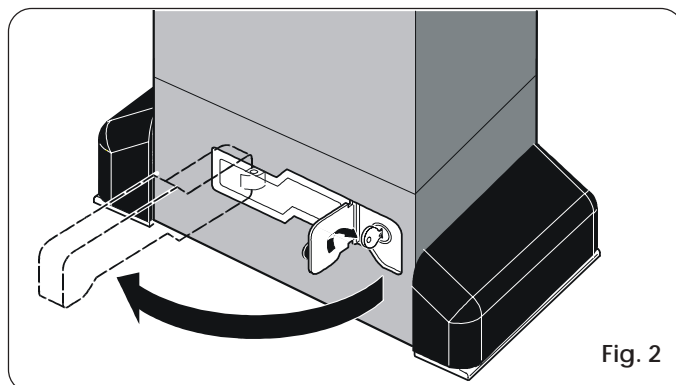

Fig. 2
- 2) Ruotare la chiave in senso orario e tirare la leva di sblocco come indicato in Fig. 2.